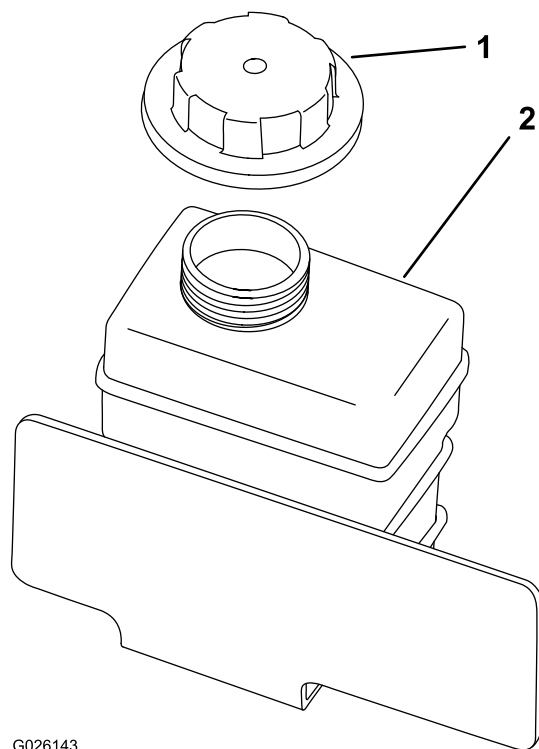

Figura 56
4. Retire o tampão do depósito secundário (Figura 56).
8. Encha lentamente o depósito de reserva de líquido de arrefecimento até que o nível atinja a parte inferior do tubo de enchimento (Figura 56).
9. Coloque o tampão do depósito secundário (Figura 56).